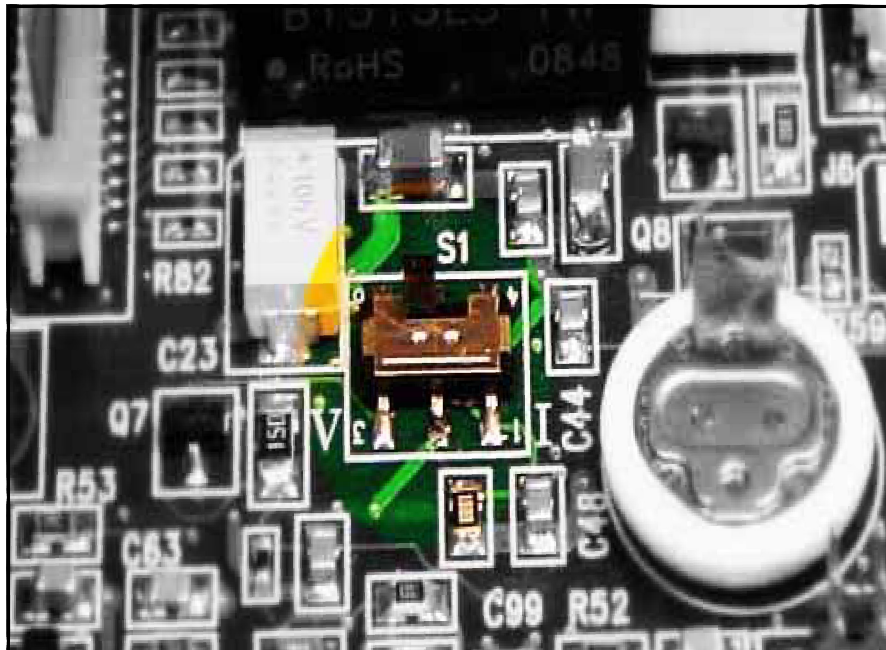

Figura 8: Chave S1 na placa principal do PC
Complete essas etapas para verificar ou redefinir chave **S1** (consulte Figura 8 na página 5).
- Localize a chave S1 (veja Figura 8, área destacada).